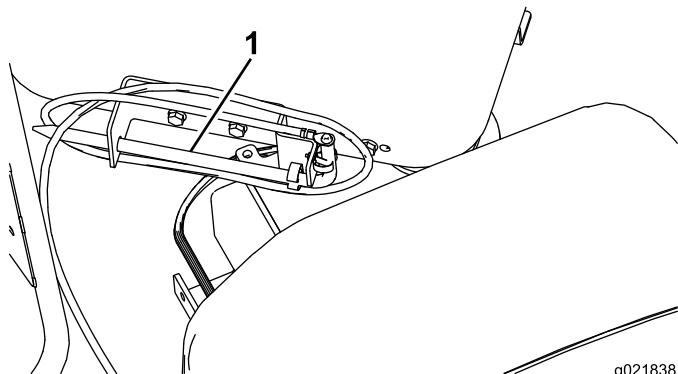

Figura 43
- 1. Retire la pica de tierra del soporte situado en el lateral de la plataforma del operador (Figura 43).
2. Baje el carro de perforación por el bastidor de perforación y rocíe la rosca del husillo con lubricante de roscas, luego suba el carro hasta el extremo superior del bastidor (Figura 43).